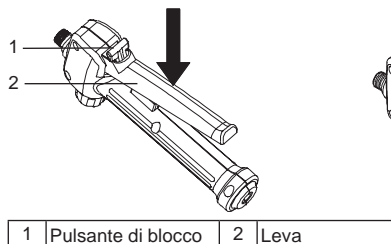

Figura 12
3. Tenere premuta la leva per iniziare a spruzzare. Fare riferimento alla Figura 12.